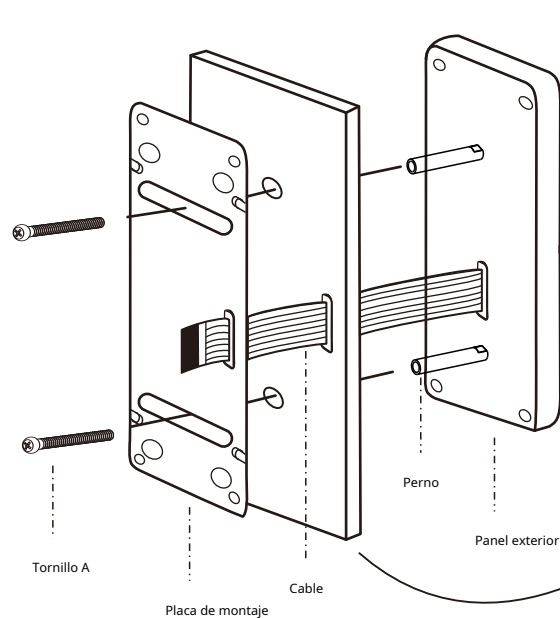
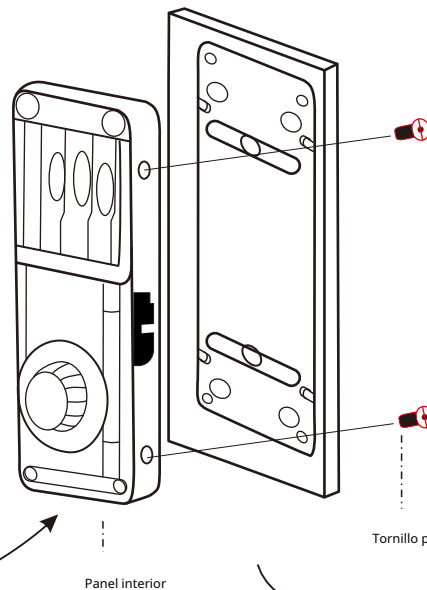

Fig. 1
Fig. 2
1. Retire los tornillos del costado del host del panel interior (Fig. 1). Levante el cable plano en el conector para liberar el seguro y desconéctelo (Fig. 2).
3. Instale los pernos en el panel exterior y apriete. Monte el panel exterior en la puerta y pase el cable por el orificio de la puerta (Fig. 1).
4. Monte la placa de montaje en la puerta. Alinee el Tornillo A con los pernos y apriete (Fig. 1).
5. Instale el panel interior sobre la placa de montaje y apriete con los tornillos del panel interior (Fig. 2).